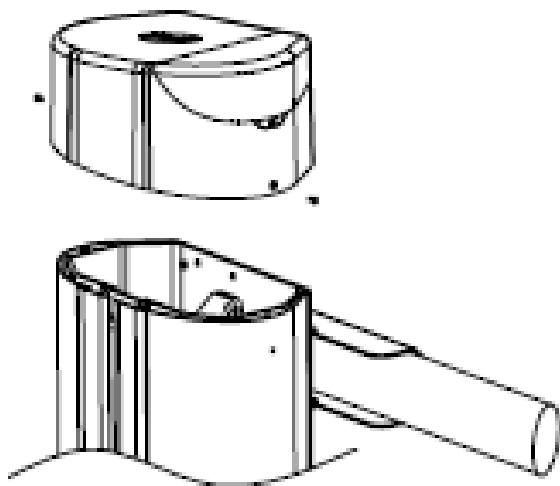

Fig. 3
- Scoateți capacele de deasupra, deșurubând șuruburile (Fig. 3).